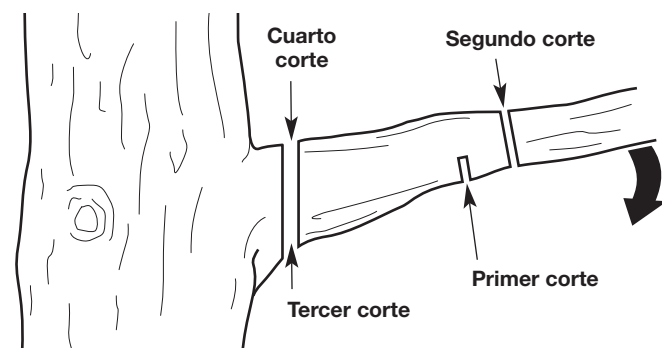

Fig. 11
2. Realice el primer corte aproximadamente a 6 pulgadas (15 cm) del tronco del árbol. Corte hacia arriba, desde la parte de abajo de la rama. Use la parte superior de la barra de guía para hacer este corte. Corte hasta un tercio del diámetro de la rama (Fig. 11).
3. Haga el segundo corte de 2 a 4 pulgadas (5 - 10 cm) más afuera en la rama. Corte hacia abajo, desde la parte de arriba de la rama. Use la parte inferior de la barra de guía para hacer este corte. Corte atravesando totalmente la rama (Fig. 11).
4. Haga el tercer corte lo más cerca posible del tronco del árbol. Corte hacia arriba, desde la parte de abajo del muñón de la rama. Use la parte superior de la barra de guía para hacer este corte. Corte hasta un tercio del diámetro de la rama (Fig. 11).
5. Realice el cuarto corte directamente encima del tercero. Corte hacia abajo, desde la parte de arriba del muñón de la rama. Use la parte inferior de la barra de guía para hacer este corte. Corte atravesando totalmente el muñón de la rama hasta alcanzar el tercer corte (Fig. 11). Así se retira el muñón de rama.